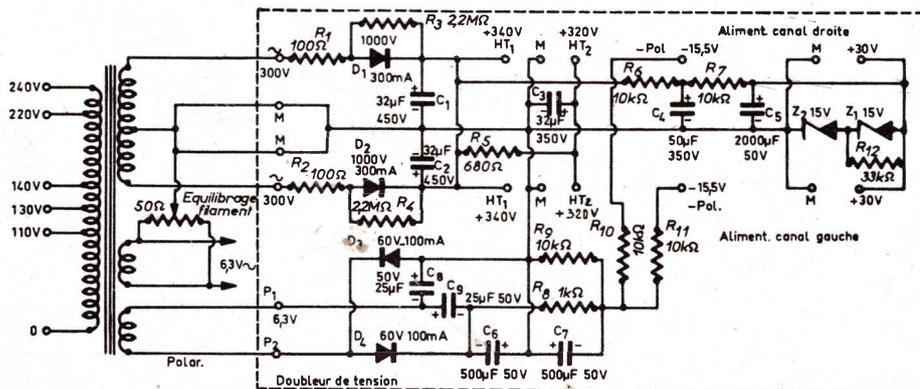

Fig. 3
**L'alimentation secteur :** le schéma de l'alimentation secteur est celui de la figure 3, les éléments de la plaquette unique (réf. n° 417) étant délimités par les pointillés. Les différentes cosses de branchement sont représentées sur le schéma avec leurs lettres de référence. Les diodes au silicium D1